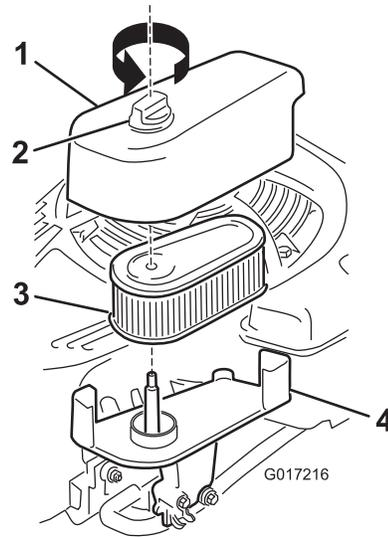

Figura 30
1. Afloje el cierre y retire la tapa del filtro de aire (Figura 30).